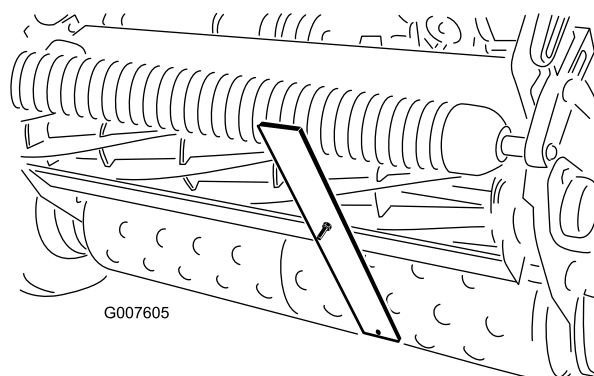

Figura 43
4. Agganciate la testa della vite sul tagliente della controlama, e appoggiate la parte posteriore della barra sul rullo posteriore (Figura 43).